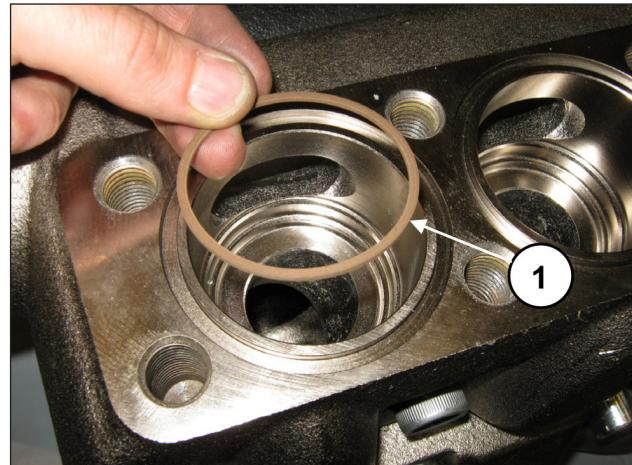

Abb. 156
Setzen Sie den Stützring ein, Pos. 23 Explosionszeichnung (Pos. ①, Abb. 156).